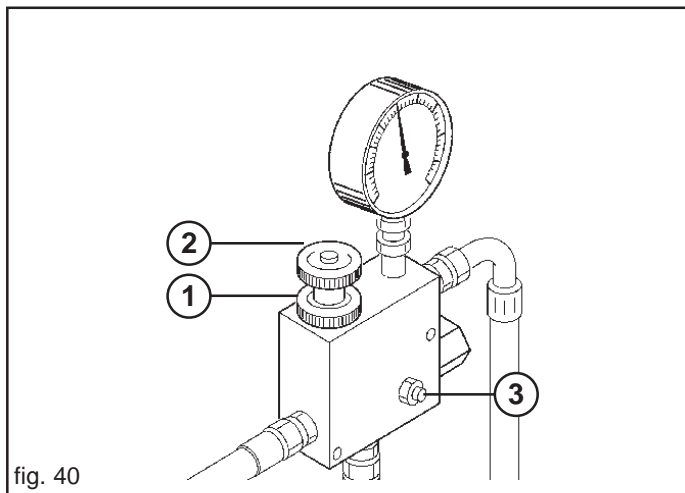

fig. 40
Si vous voulez augmenter la vitesse de rotation de la turbine pour les graines plus lourdes agir avec grande prudence en opérant comme suit (Fig. 40):
- desserrer le volant (1, Fig. 40);
- tourner en sens horaire ou contraire le volant (2, Fig. 40) pour diminuer ou augmenter la pression et par conséquent le nombre de tours de la turbine.